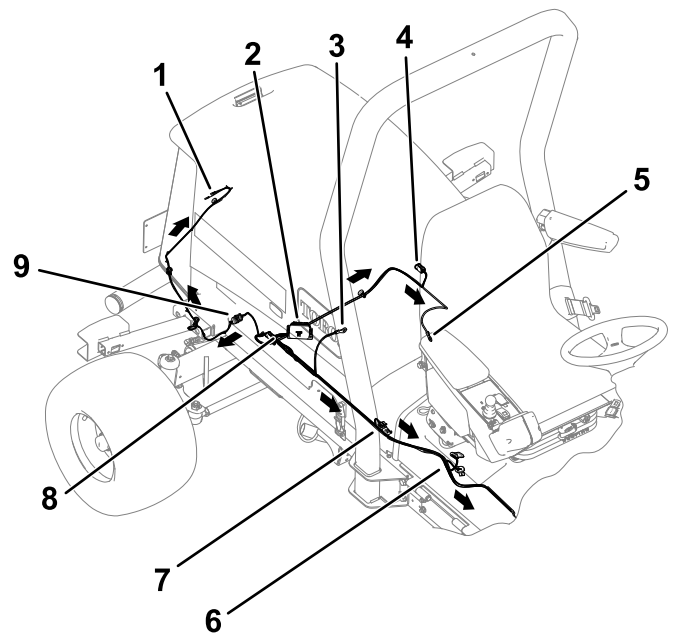

**Bild 16**
3. Befestigen Sie den Sicherungskasten mit zwei Schrauben (M6) und zwei Sicherungsmuttern (M6) an der Sicherungskasten-Befestigung (Bild 16).